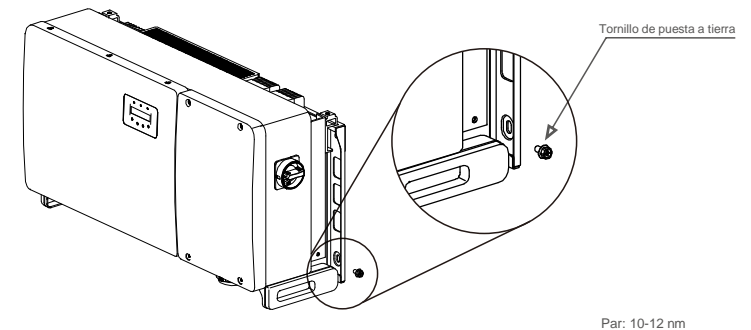

Figura 3.17 Cable fijo
6) Conecte el cable de conexión a tierra al punto de conexión a tierra del disipador de calor y apriete el tornillo de conexión a tierra. El par es de 10-12 nm (consulte la figura 3.17).